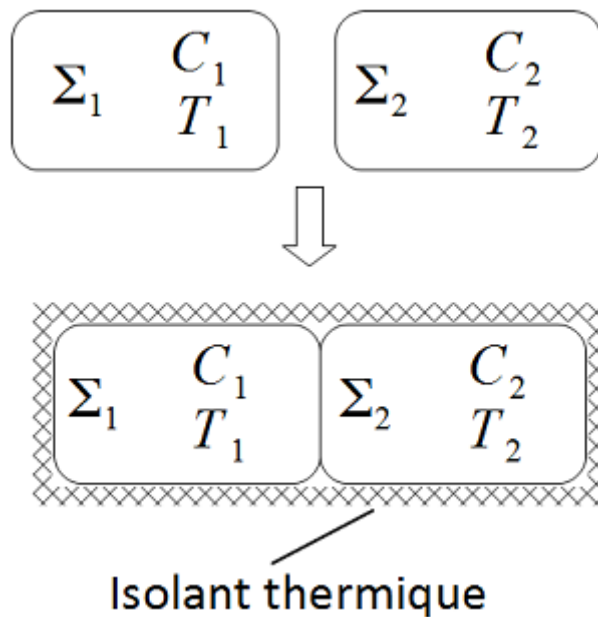

FIGURE 4.2 – Deux briques isolés thermiquement et mis en contact
**Énoncé** Soit 2 solides  $\Sigma_1$  et  $\Sigma_2$ , de capacités thermiques  $C_1$  et  $C_2$ , de températures initiales  $T_1$  et  $T_2$ . On les assemble en les isolant (Voir *Figure 4.2*)